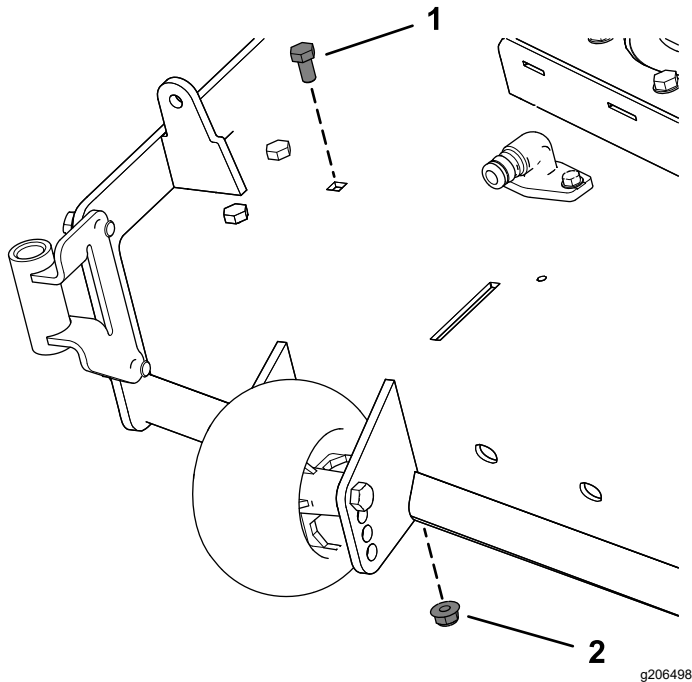

Bild 9
- Nehmen Sie die vorhandene Schraube und Mutter vom Mähwerk ab (Bild 9).
Entfernen Sie am 137-cm-Mähwerk die Schraube und Mutter, wie in Bild 9 abgebildet.